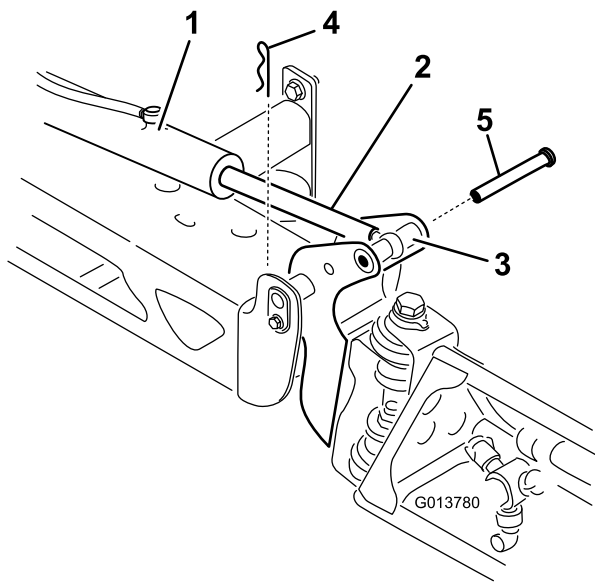

图 109
2. 从枢轴销图 109 上拆下开口销。
9. 支撑住喷洒臂将柱销插入喷洒臂枢轴和提升器杆 图 109。
3. 向上提起喷洒臂拆下柱销 图 109 然后将喷洒臂慢慢放到地面上。